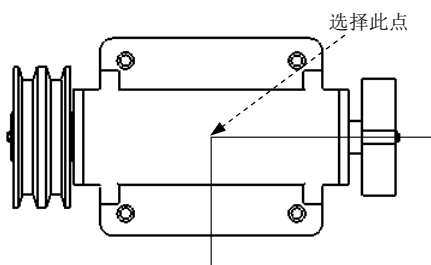

图 4.7.18 定义剖切点
(1) 绘制剖切线。利用草图绘制工具绘制图 4.7.18 所示的两条直线作为剖切线，这两条直线分别位于视图水平和竖直的中心轴线上。
(2) 选择命令。选择下拉菜单 **插入(I)** → **工程图视图(V)** → **剖面视图(S)** 命令，系统弹出“剖面视图”对话框。在该对话框中选择 **半剖面** 选项卡，在 **半剖面** 区域单击 按钮，然后选取图 4.7.18 所示的点，此时系统弹出“剖面视图”对话框。